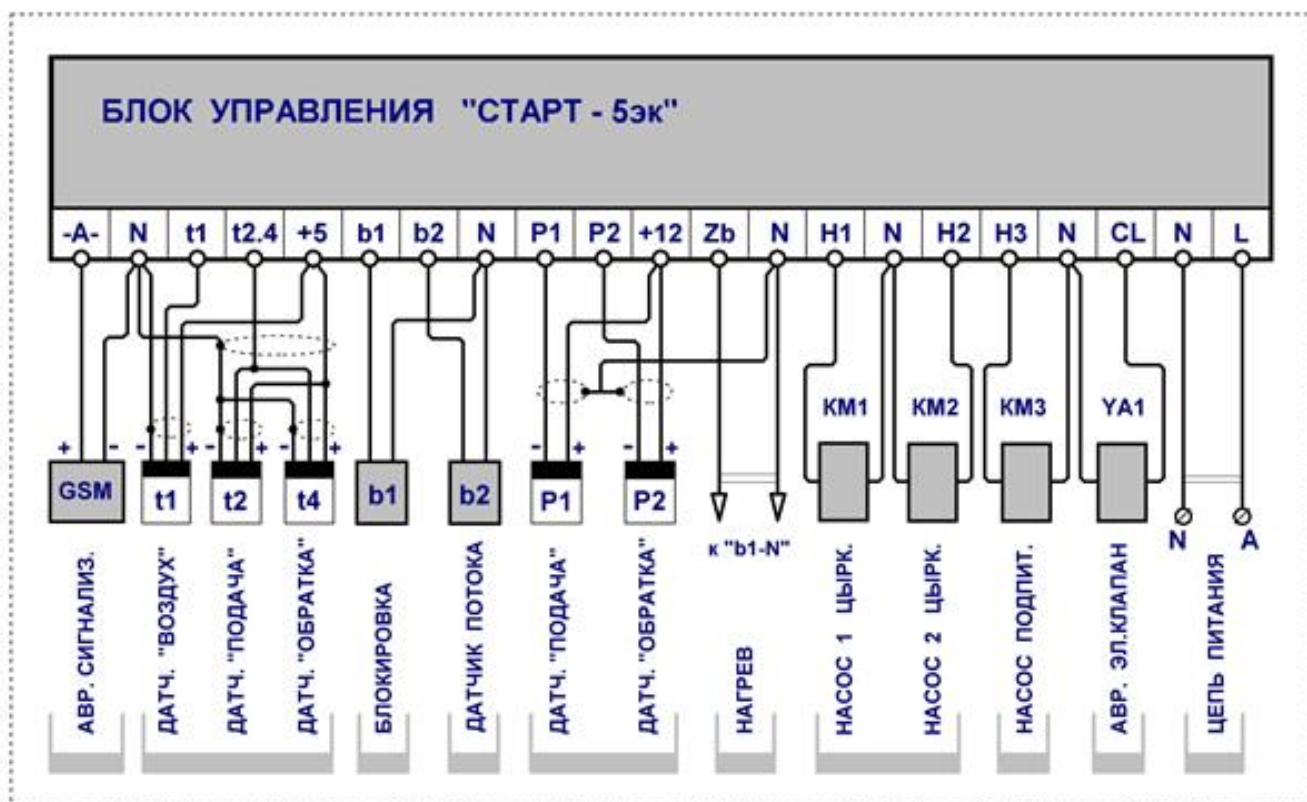

Рис. 3. Схема подключения
6.2. Схема подключения контроллера приведена на Рис.3. Для обеспечения надежности электрических соединений рекомендуется использовать провода или кабели с медными многожильными жилами. Зачистку жил необходимо выполнять с таким расчетом, чтобы их оголенные концы после подключения к контроллеру, не выступали за пределы клеммника. Допускается прокладка кабелей к низковольтным датчикам совместно с силовыми кабелями сети 380 В.
6.3. К клеммам «-А-» и «N» (см. с лево на право клеммную колодку контроллера Рис.3.) соблюдая полярность, подключается шлейф выносного блока аварийного оповещения (в комплект поставки не входит). Максимальное напряжение, приложенное к линии шлейфа со стороны выносного блока, не более 40 В. Максимальный ток коммутации 1А. В режиме «Авария» шлейф, со стороны контроллера замкнут. Подключение выносного блока производится двухжильным медным проводом сечением $0,5 \div 1,0 \text{ мм}^2$ длиной до 5м. При применении кабеля «Витая пара» «FTP-2×2×0.52 Кат.5» длина может достигать не более 200м.